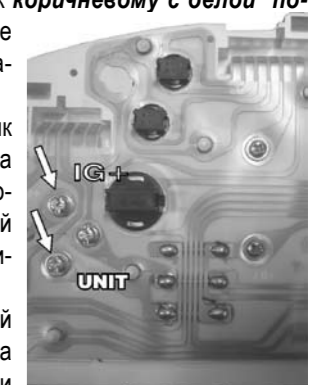

рис.9 Печатная плата комбинации приборов
3.18 Подключение ДУТ. На печатной плате комбинации приборов от контакта 10 (черно-белый провод), средней 12-ти контактной колодки комбинации приборов, подходит токопроводящая дорожка к винту с надписью "UNIT". Подсоедините **розовый** провод из жгута БК к этому винту (указан стрелкой на рис.9).
3.19 Подключение "зажигание". На печатной плате комбинации приборов от контакта 6 (розовый провод), левой 10-ти контактной колодки комбинации приборов, подходит токопроводящая дорожка к винту с надписью "IG+". Подсоедините **красно-белый** провод из жгута БК к этому винту (указан стрелкой на рис.9).